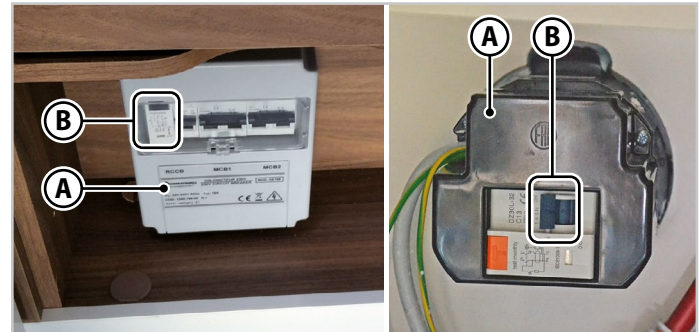

Abb.6.28 - Schalttafel
Die 220-V-Schalttafel (A - Abb.6.28) des Fahrzeugs ist durch einen zweipoligen Fehlerstromschutzschalter (B - Abb.6.28) geschützt. Der Anschluss für die Stromversorgung ist dreipolig, wobei der dritte Pol entsprechend den geltenden Vorschriften der Schutzleiter ist.
1. Senken Sie die Hebel (**B** - Abb.6.28) des Fehlerstromschutzschalters ab.
5. Drücken Sie die Hebel (**B** - Abb.6.28) des Fehlerstromschutzschalters nach oben.